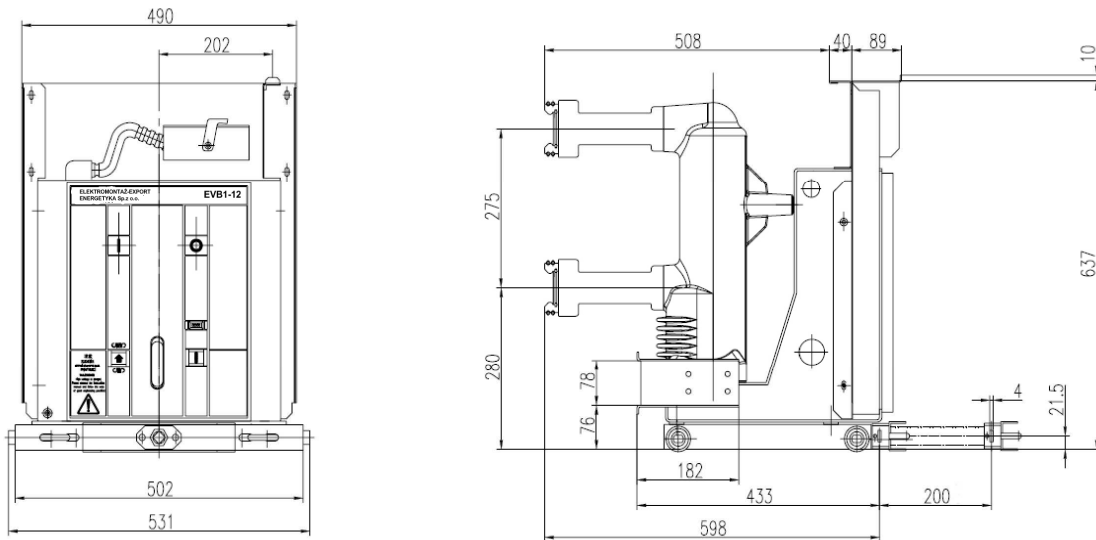

Рис. 5
7. НАРУЖНЫЕ (ГАБАРИТНЫЕ) РАЗМЕРЫ (СМ. РИС. 5 – 10)